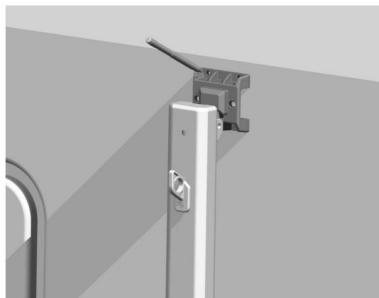
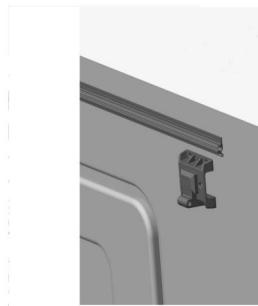

Abbildung C6
Abbildung C7
3.2 Nehmen Sie den Stützarm, markieren Sie damit die Lochposition an einer geeigneten Stelle an der Außenseite des Fahrzeugs (Abbildung C6) und bohren Sie ein Montageloch mit $\varnothing 5$ in die Fahrzeugkarosserie (Abbildung C7).